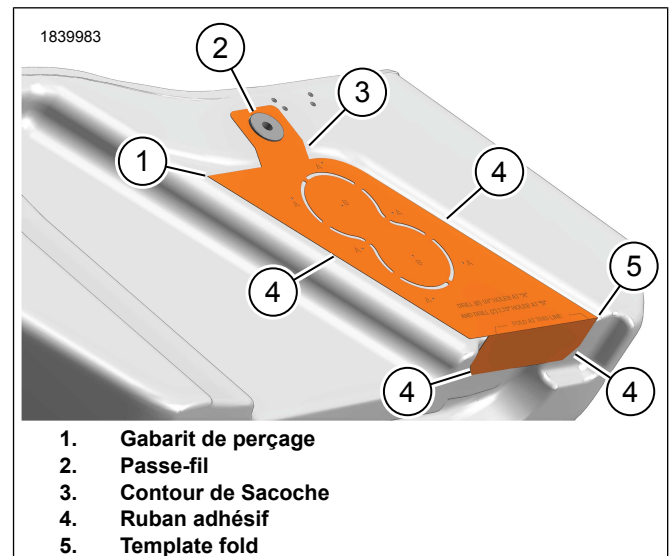

Figure 2. Gabarit de perçage
1. Voir la Figure 2. Positionnez le gabarit de perçage (1) à l'arrière de la sacoche **droite**, le côté orange orienté vers l'extérieur.
- a. Installez le gabarit de perçage (1) sur l'œillet de montage arrière (2).
- b. Follow contour (3) of saddlebag under grommet (2).
- c. Pliez le gabarit de perçage (5) sur le bas de la sacoche à l'endroit indiqué.
- d. Utilisez du ruban adhésif (4) pour fixer le gabarit de perçage (1) à plusieurs endroits.